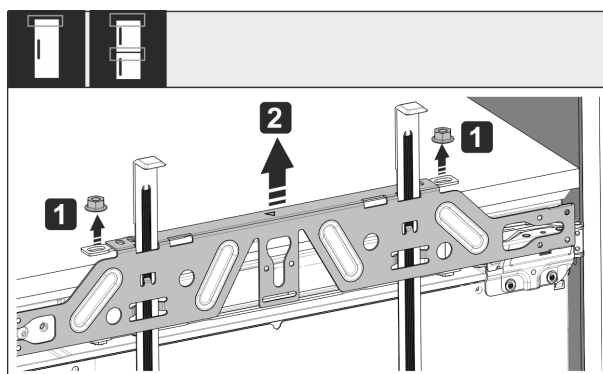

Fig. 58
- Soltar las contratueras Fig. 58 (1).
- Quitar el travesaño de fijación Fig. 58 (2).